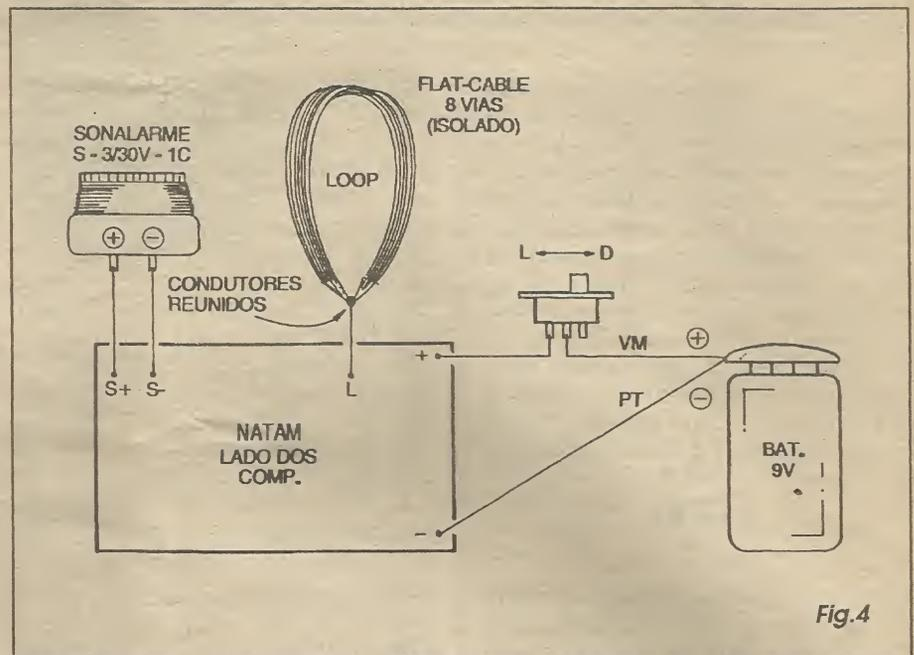

Fig.4
- FIG. 4 - CONEXÕES EXTERNAS À PLACA - O lado que está impresso é visto no diagrama, portanto, ao mesmo já mostrado na figura anterior, só que agora limpo das partes que ficam diretamente sobre o fenômeno, para descomplicar o visual... Alguns pontos das conexões externas, merecem atenção: a polaridade da alimentação é **essencial**, observando que a **velha convenção** indica o **positivo** através da cor **vermelha** e o **negativo** através do **preto**... Intercalar o interruptor geral da alimentação no cabo do **positivo** (vermelho). O sinalizador piezo também necessita terminais polarizados, portanto, ao corpo do
jamais se manifestando, mesmo com a mão da pessoa firmemente premindo a maçaneta...). Se isso se verificar, basta substituir o loop por uma conexão direta, conforme mostra o diagrama... Um pedaço de cabinho isolado flexível (não mais do que uns 10 cm.) deve ter uma das suas extremidades ligada ao ponto L da placa (rever FIG. 4), ficando a ponta livre do dito fio conectada a uma pequena garra jacaré... Na instalação